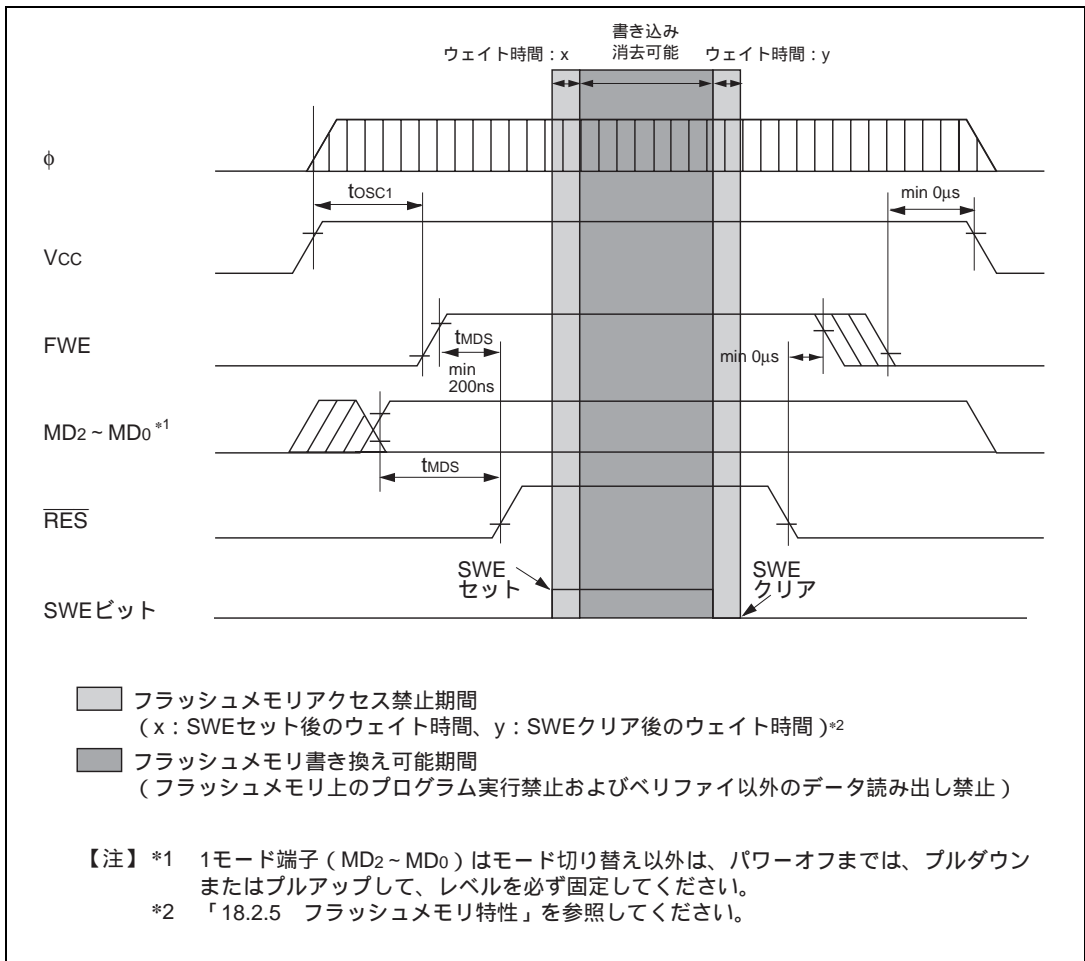
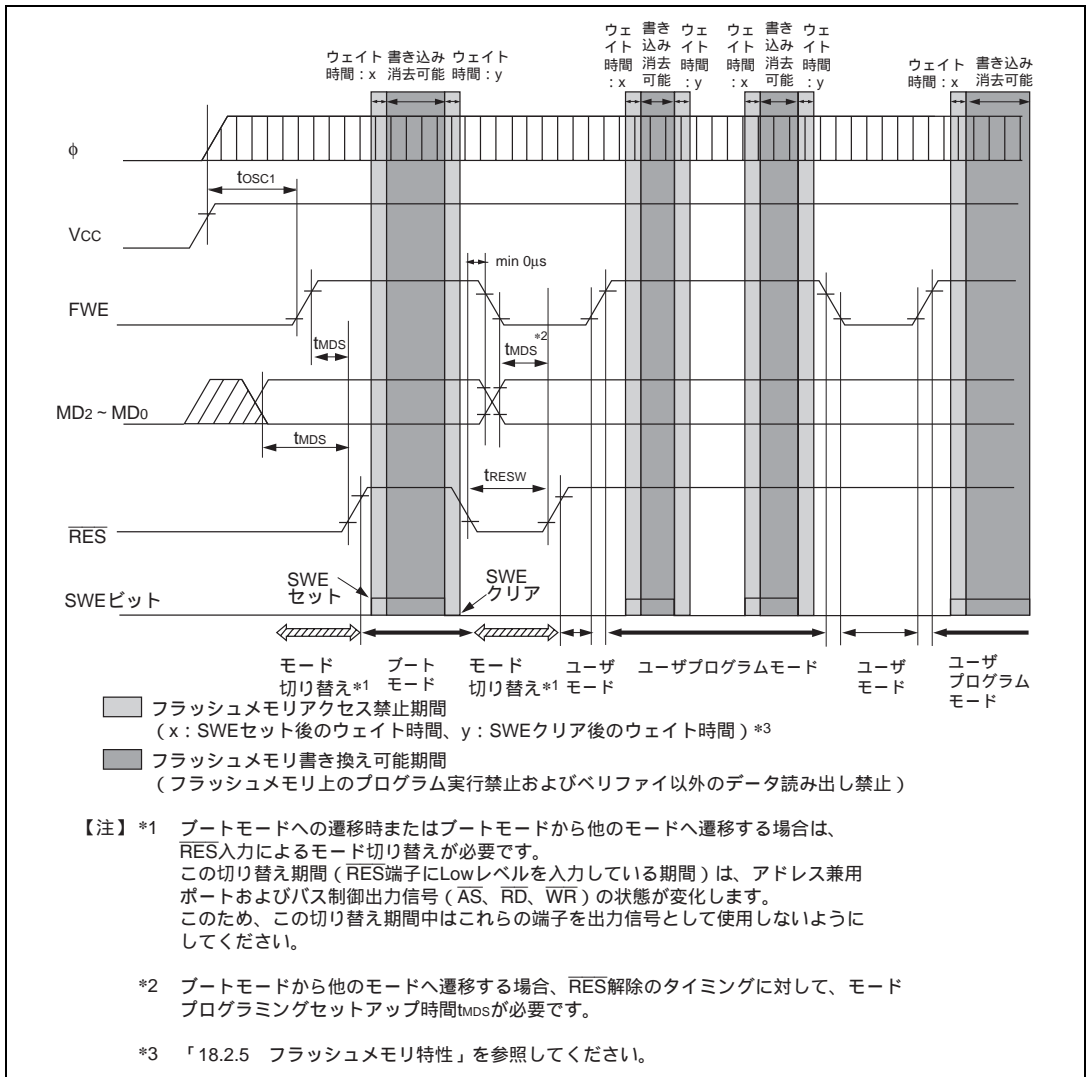

図 15.17 電源投入/切断タイミング (ブートモード)
図 15.19 モード遷移タイミング
(2) 電源投入 / 切断時の注意 (図 15.17 ~ 図 15.19 参照)
(3) FWE 端子の印加 / 解除の注意 (図 15.17 ~ 図 15.19 参照)